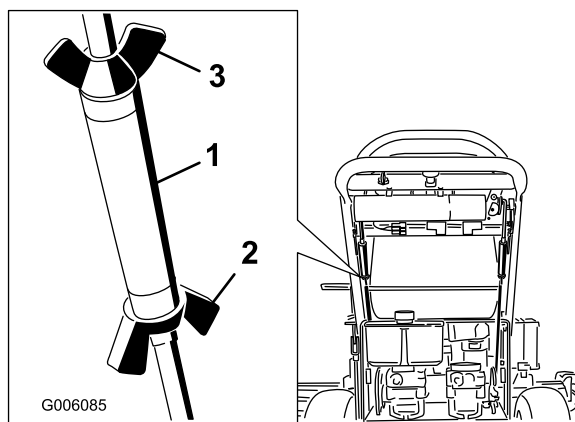

Figura 42
3. Bloquee el tensor apretando las tuercas de orejeta (Figura 42).
5. Bloquee el tensor apretando las tuercas de orejeta (Figura 42).